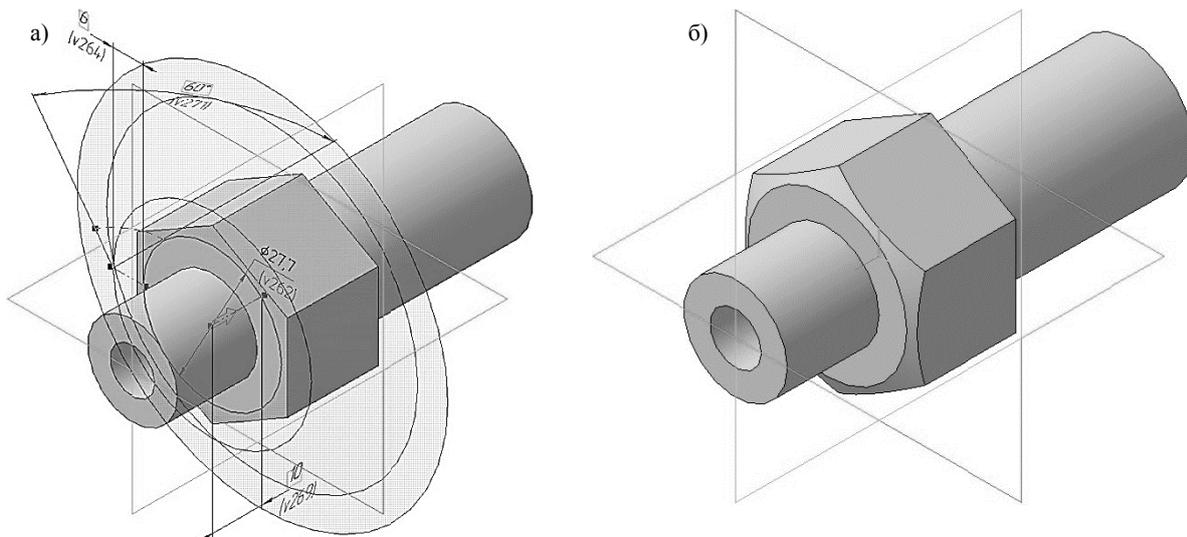

Рис. 41. Построение фасок на шестиграннике:
- в поле **Толщина стенки 1** изменяйте значение, до того момента, пока фантом операции **Вырезать выдавливанием** не выйдет за ребра шестигранника, см. рис. 41, а.
Нажмите кнопку **Создать объект**  на Панели специального управления – система построит фаску на шестиграннике штуцера (рис. 41, б). В Дереве модели появится строка **Вырезать элемент выдавливания:2**.